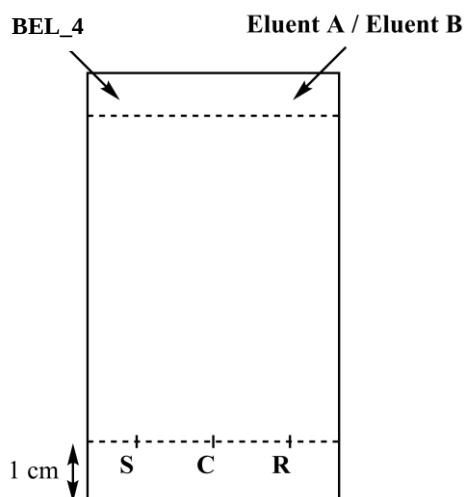

Figure 3. Préparation de la plaque de chromatographie
- Préparer votre plaque CCM.** Utiliser un crayon pour **tracer** avec précaution la ligne de départ (à environ 1 cm du bas de la plaque) et **marquer** les positions des dépôts des 3 échantillons. Les **noter** **S** (réactif), **C** (produit brut) et **R** (produit recristallisé), comme décrit à la figure 3. En haut à gauche de votre plaque, **écrire** **BEL_4**. En haut à droite de votre plaque, **écrire** l'éluant utilisé (d'abord **Eluent A**, puis **Eluent B**). À l'aide des capillaires, **déposer** un spot pour chaque échantillon sur la plaque.